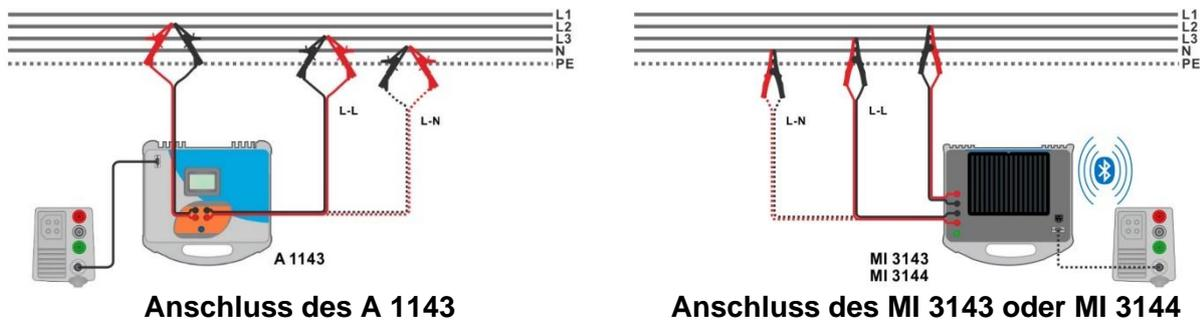

Abbildung 7.62: Hoch präzise Messung der Leitungsimpedanz Phase-Neutraleiter oder Phase-Phase
- › Schließen Sie die Prüfleitungen am Prüfling an, siehe **Abbildung 7.62**.